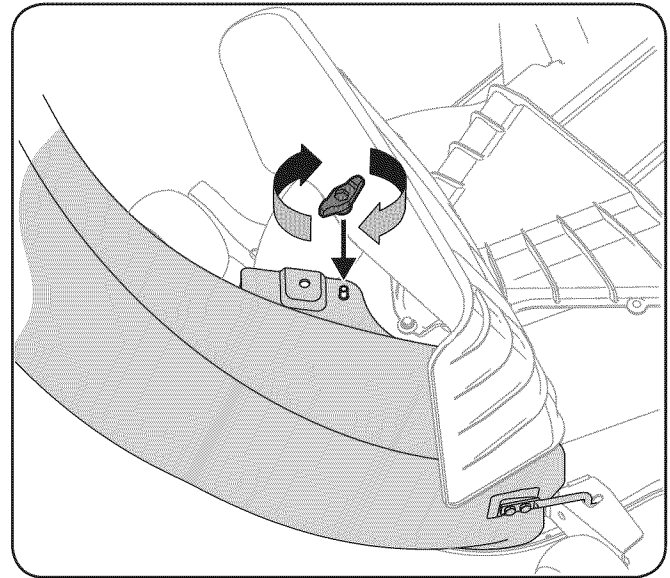

Figure 44
6. Asegure el codo canal de descarga de la plataforma de corte usando una perilla (720 a 04.122) ala incluido en paquete de hardware 689-00341. Consulte la Figure 44.